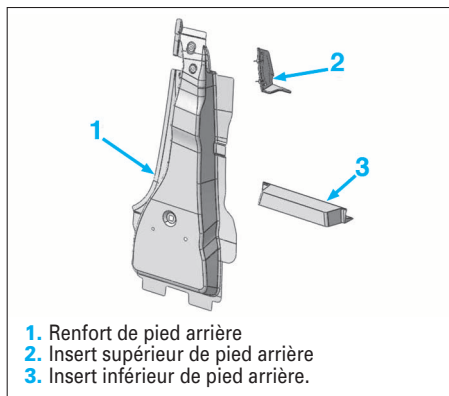

FIG. 76
- Identification des pièces neuves (Fig.76).